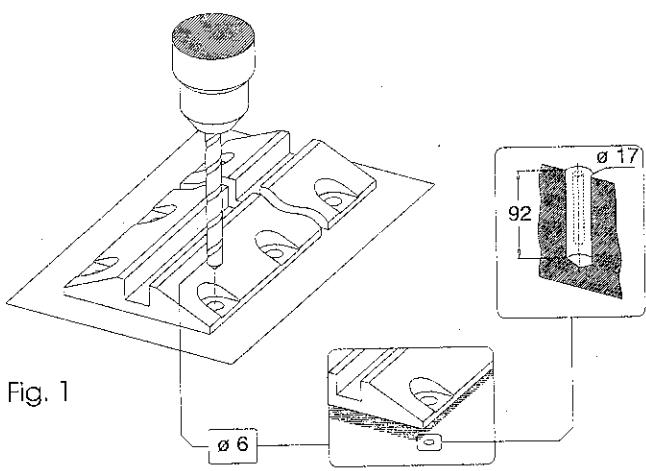

Fig. 1
- 1) Posizionare opportunamente il corpo pedana al suolo e, utilizzandolo come lima, perforare il terreno con una punta da muro di diametro 6 mm (Fig. 1).
- 2) Allargare i fori realizzati con una punta di diametro 17 mm fino ad una profondità di 92 mm (Fig. 1).
- 1) Position the drive-over strip on the ground and use it as a template to make the necessary holes with a 6 mm masonry bit (Fig. 1).
- 2) Enlarge the holes with a 17 mm bit and drill down to a depth of 92 mm (Fig. 1).
- 1) Poser correctement l'enveloppe du seuil sur le sol et percer les trous à l'aide d'une mèche à maçonnerie d'un diamètre de 6 mm (Fig. 1). Pour cela, utiliser l'enveloppe qui tient lieu de gabarit.
- 2) Évaser les trous réalisés avec une mèche de 17, et ce jusqu'à une profondeur de 92 mm (Fig. 1).